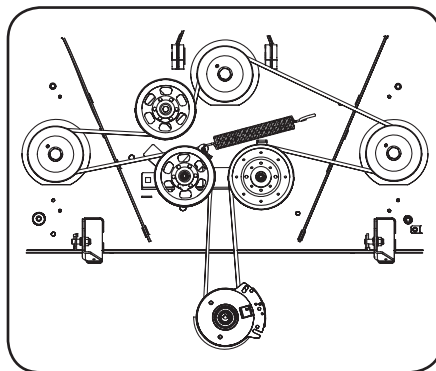

Figure 4-20
5. Placez la courroie neuve autour des poulies de fusée et installez les couvercles de courroie. Voir Figure 4-20.